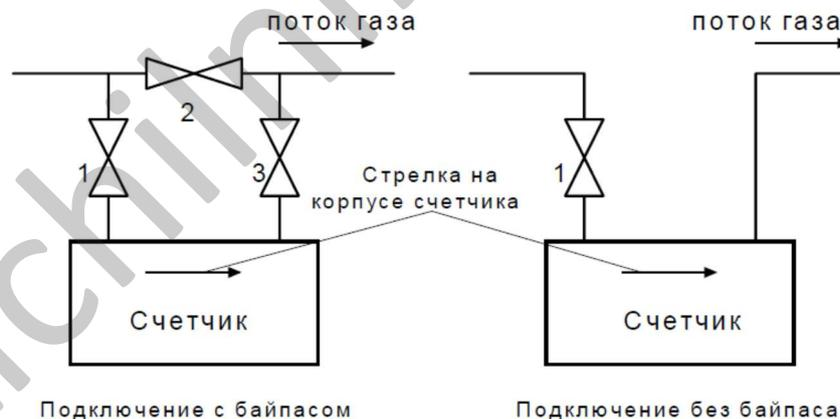

Рисунок 3. Установка счетчика
6.9 Возможно два варианта подключения счетчика (см. рис.3):
7.1. До начала пуска счетчика все вентили на трубопроводе (рис.3) должны быть закрыты. При всех вариантах и на всех стадиях пуска расход газа, проходящего через счетчик, ни в коем случае не должен превышать значение максимального расхода (Q_{max}), указанного на панели отсчетного устройства.
7.2. Пуск счетчика без байпаса (рис.3).
7.3. Пуск счетчика с байпасом (рис.3)